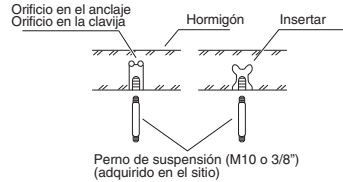

Fig. 3-3
- Inserte pernos de suspensión como se muestra en la Fig. 3-3.
- (2) Atornille los pernos de suspensión de forma que sobresalgan del techo como se muestra en la Fig. 3-3 (Si es necesario, corte el material que compone el techo.)